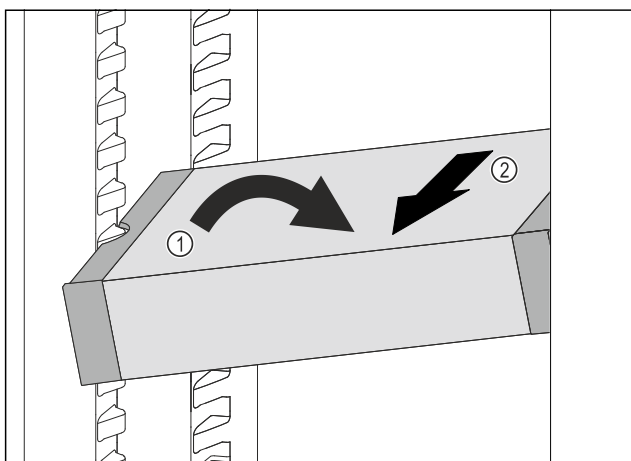

Fig. 149
- Stil VarioSafe på skrå ind i kølesektionen. Fig. 149 (1)
- Tag VarioSafe ud fremefter. Fig. 149 (2)